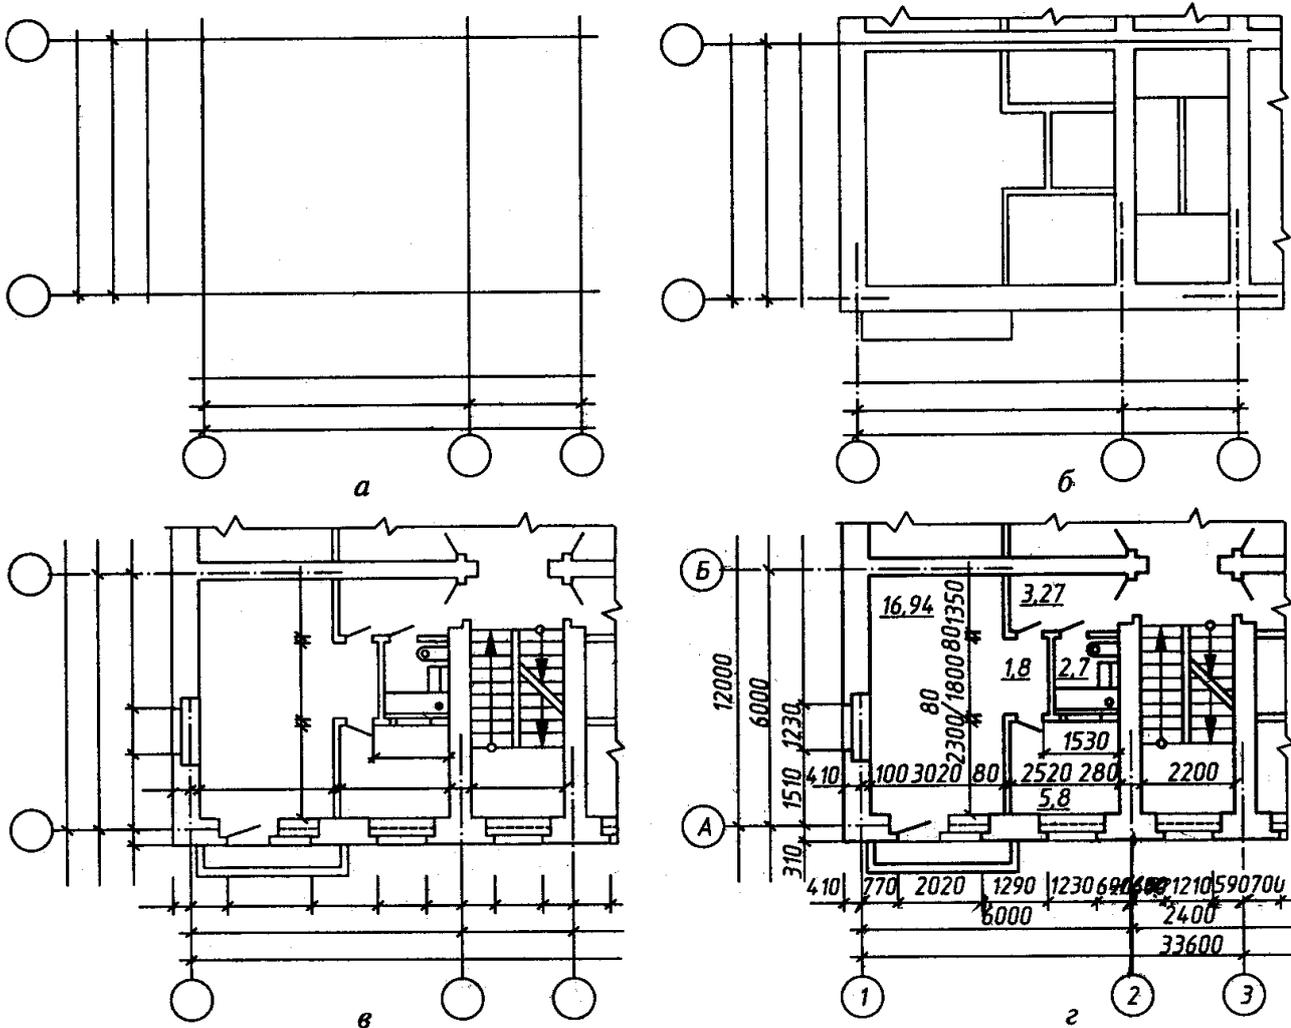

Рисунок 30 - Последовательность вычерчивания плана здания
1. проводят продольные и поперечные координационные оси (рис. 30, а);
2. вычерчивают все наружные и внутренние стены, перегородки и колонны, если они имеются (рис. 30, б);
5. вычерчивают санитарно-технические приборы и наносят необходимые выносные размерные линии (рис. 30, в);
7. после исправлений и доработки плана восстанавливают необходимые части линий и обводят основные линии (рис. 30, г).